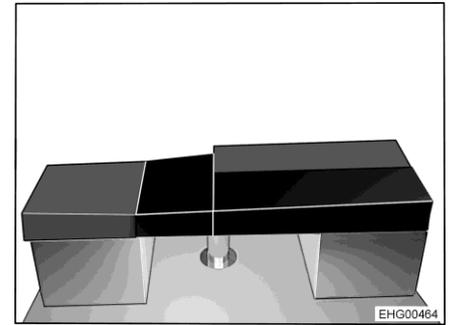

Fig. 167 Après la transformation
- Poser le coussin supplémentaire rectangulaire sur la table (voir Fig. 167).
- Poser le coussin supplémentaire en biseau sur l'extension de couchage en L (voir Fig. 167).